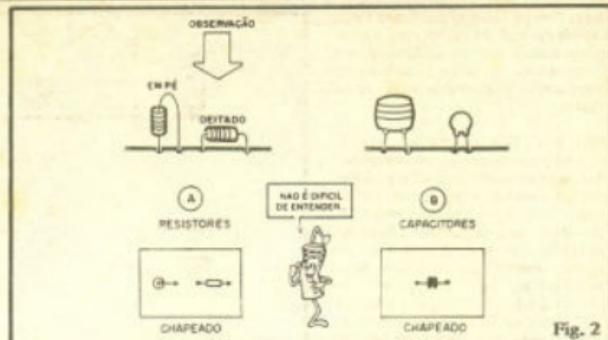

Fig. 2
- FIG. 2-A - Os resistores podem ser montados "em pé" ou "deitados" sobre o lado não cobreado da placa. A figura mostra as representações adotadas para os dois casos. De modo geral, usamos a montagem "em pé" quando queremos economizar área (centrimetragem quadrada) na placa.
- FIG. 2-B - Capacitores (no exemplo são vistos um poliéster e um disco cerâmico...) são, quase sempre, mon-